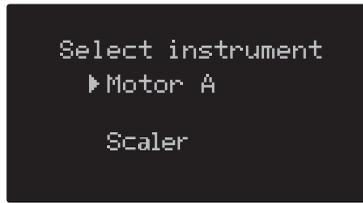

Abb. 3 Anzeige bei der Auswahl des Instruments
- 2) Betätigen Sie die **[ESC]**-Taste auf der normalen Anzeige. Wenn Motor A oder Scaler verwendet wird, wechselt die Anzeige zum Instrumentenauswahlmodus. Es wird der in Abb. 3 dargestellte Bildschirm angezeigt.